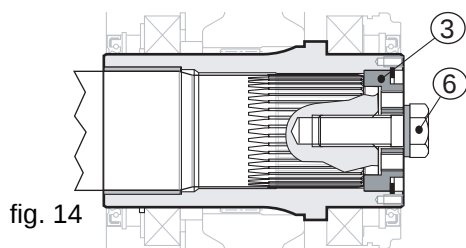

fig. 14
Sustituir la barra (pos. 4) con el tornillo (pos. 6) y apretarlo hasta el tope con el par indicado en la correspondiente tabla del apartado 9.1; aplicar un sellador medio teniendo en cuenta que Piv Posiplan aconseja LOCTITE 601 (véase fig. 14).